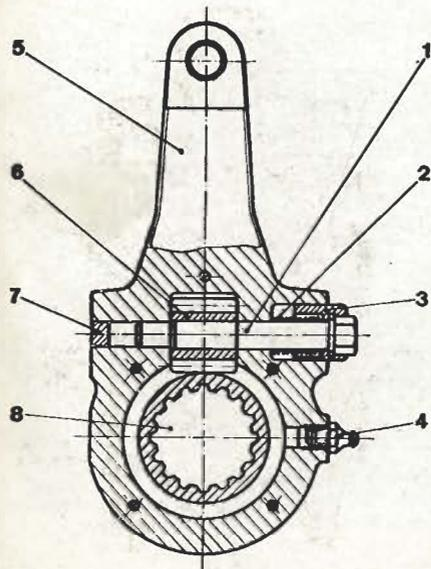

Fig. 11.6. - Palanca para ajuste de las mordazas
Efectuar todos los ajustes normales mediante el tornillo-regulador (1) (fig. 11.6) previsto en los árboles de los frenos:
a) Con el vehículo sobre terreno horizontal y con el circuito de aire de frenos de compresión superior a 4,5 Kg./cm.², colocar una llave tubular exagonal de 14 mm. de diámetro sobre los planos del tornillo-regulador (1) haciendo presión sobre el manguito de seguridad, logrando con ello quede libre el tornillo-regulador.